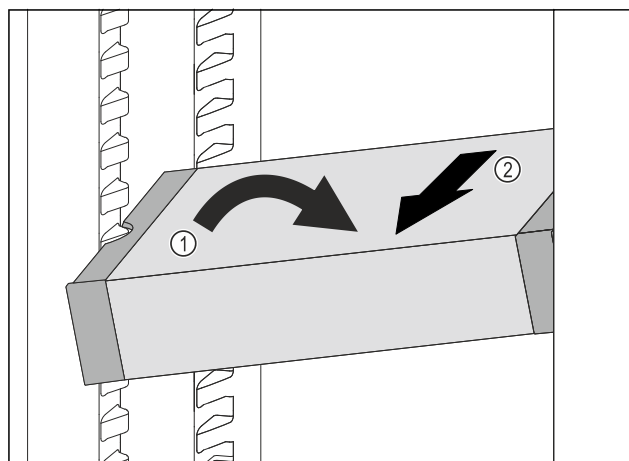

Fig. 210
- Incliner le VarioSafe dans la partie réfrigérateur. Fig. 210 (1)
- Sortir le tiroir VarioSafe par l'avant. Fig. 210 (2)